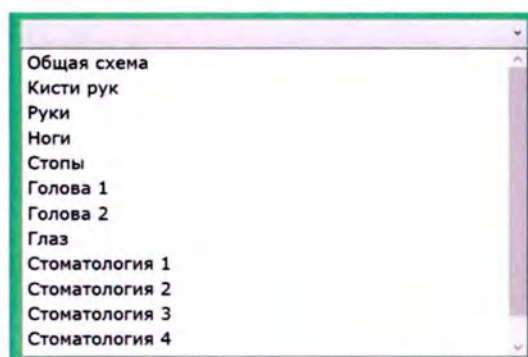

Рисунок 13 – Окно выбора системы
- В окно «**Системы**», расположенное в правой нижней части экрана, выводится выбранное оператором изображение из выпадающего списка систем (рисунок 13).